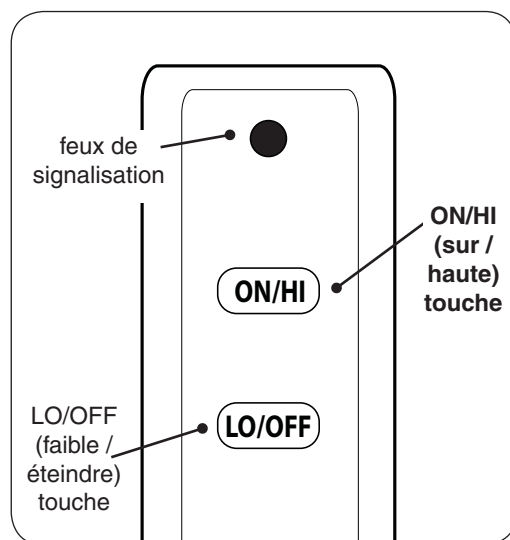

Fig. 40-1 Détail télécommande
2. Localiser la télécommande et appuyez sur le touche **ON/HI** (voir Fig. 40-1). La séquence d'allumage commence.